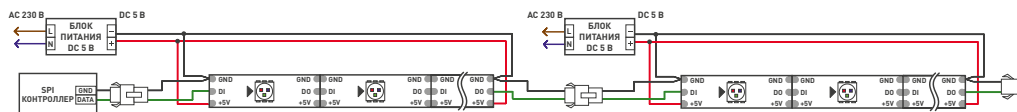
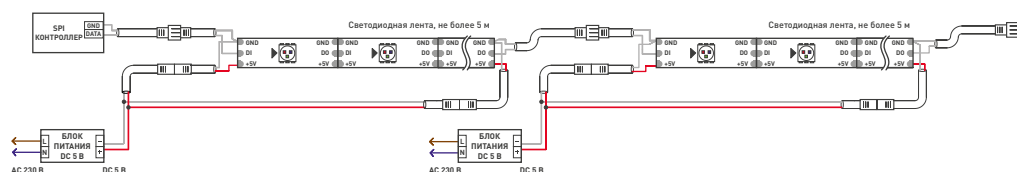
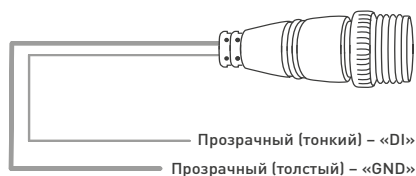

Рис. 1. Схема подключения ленты SPI 2-5000 и SPI 2-5000SE.
Рис. 2. Схема подключения ленты SPI 2-5000P и SPI 2-5000GR.
Рис. 3. Кабель для подключения открытой ленты и ленты с индексом «SE».
- Подключите ленту к выходу блока питания и к контроллеру согласно приведенной схеме (рис. 1 и 2), соблюдая полярность. При подключении лент и соединении отрезков учитывайте направление передачи цифрового сигнала, указанное стрелкой на ленте. Вход сигнала управления имеет обозначение «DI», выход – «DO». Для подключения используйте коннекторы из комплекта поставки. Руководствуйтесь маркировкой, нанесенной на ленту (см. таблицу и рис. 3 и 4).
- Подключите ленту согласно схеме (рис. 1 и рис. 2), соблюдая полярность и направление передачи сигнала, обозначенное стрелками на плате.
**Подавайте питание на каждые 5 м ленты (см. рис. 1 и 2).**